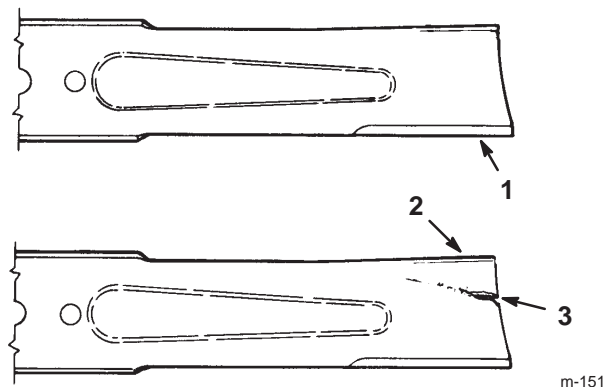

Bild 27
1. Untersuchen Sie die Schnittkanten (Bild 27). Bauen Sie, wenn die Kanten nicht scharf sind oder Kerben aufweisen, das Schnittmesser aus und schärfen Sie es. Siehe „Schärfen des Messers“ auf Seite 29.
2. Untersuchen Sie das Schnittmesser, insbesondere den gebogenen Bereich (Bild 27). Montieren Sie, wenn Sie Schäden, Verschleiß oder Rillenbildung in diesem Bereich feststellen (Bild 27), sofort ein neues Schnittmesser.